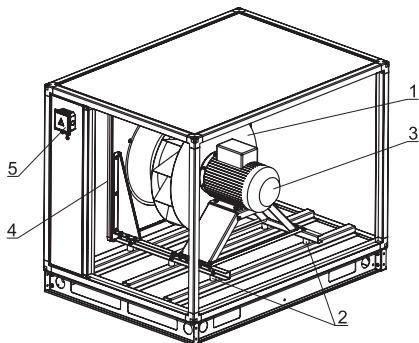

Рисунок 4
Вентиляторная секция (рис.4) предназначена для перемещения воздуха в установке RW и подачи (вывода) его в (из) обслуживаемое помещение. Выпускаются секции с фронтальным (F), верхним (U) и боковым (R, L) выбросом воздуха. В корпусе бокса на направляющих и виброопорах (2) крепится блок вентилятора состоящий из рабочего колеса (1) с назад загнутыми лопатками, расположенного непосредственно на валу асинхронного трехфазного электродвигателя (3). Для предотвращения передачи вибрации на корпус, блок вентилятора отделен от него уплотнительной резинкой (4). Подключение электродвигателя осуществляется в клеммной коробке (5), вынесенной на сторону обслуживания. Изменение производительности установки RW производится регулированием оборотов электродвигателя при помощи частотного регулятора.